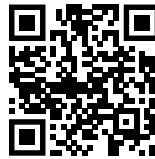

Fig. 132
- ▶ Öffnen Sie das Liebherr SmartMonitoring Dashboard. (siehe Fig. 132)